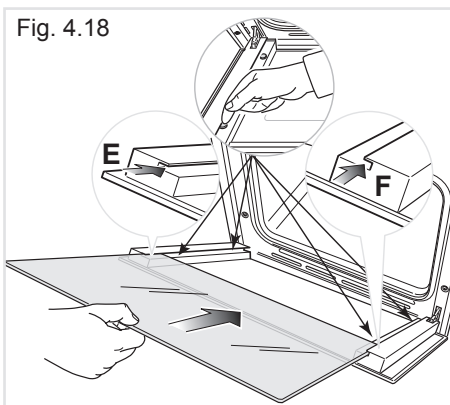

Fig. 4.19
- Inserire il vetro nelle guide "E" ed "F" (fig. 4.18) e farlo scorrere dolcemente fino ai fermi "H" (fig. 4.19).